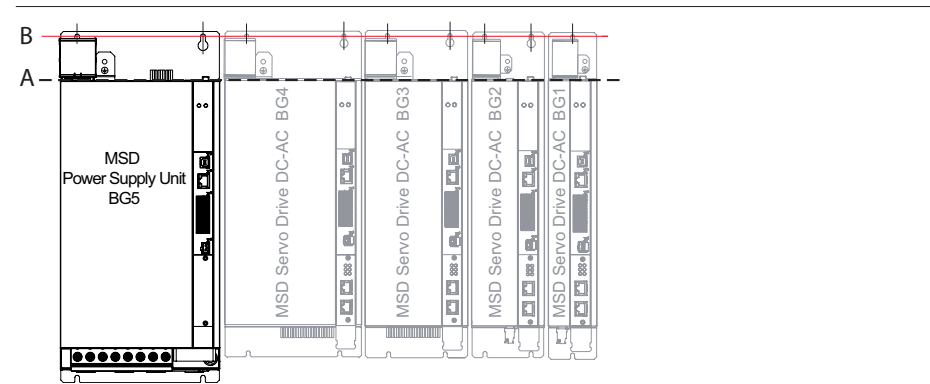
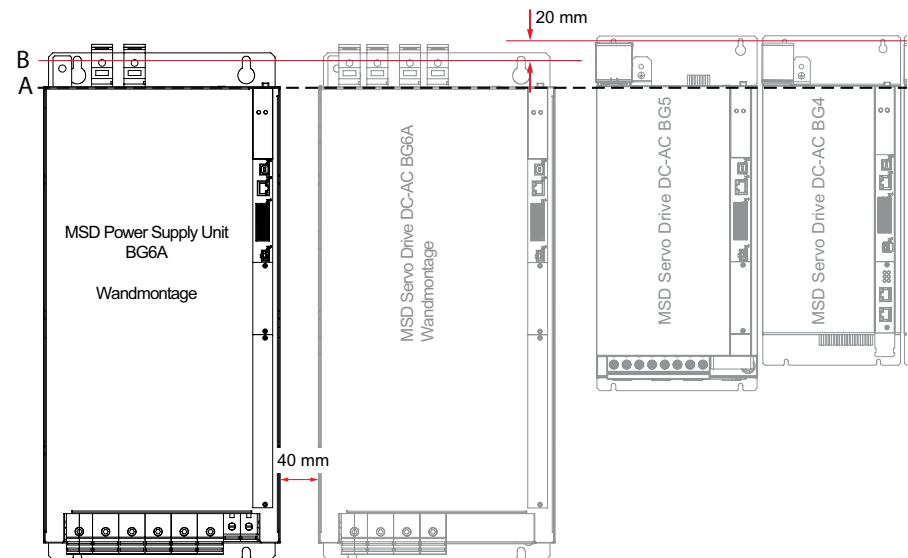

Bild 3.8 Ausrichtung DC-AC Servoregler an Versorgungseinheit BG5 (Beispiel)
Bild 3.9 Ausrichtung DC-AC Servoregler an Versorgungseinheit BG6A (Beispiel)
Eine Ausnahme bilden Geräte der Baugröße BG6A in der Gehäusevariante Luftkühlung. Der Montageabstand zwischen zwei BG6A Geräten beträgt 40 mm (siehe Bild 3.9).
1.	Ordnen Sie die Geräte von der Versorgungseinheit ausgehend rechts oder/und links nach Leistung sortiert in absteigender Reihenfolge an, um thermische Beeinflussung zu minimieren. - Richten Sie alle DC-AC Servoregler und die Versorgungseinheit BG5 auf einer Linie entlang der Geräteoberkante (siehe Linie A in Bild 3.8) aus, um die DC-Link Verbindungen durchführen zu können. - Richten Sie alle DC-AC Servoregler und die Versorgungseinheit BG6A auf einer Linie entlang der Geräte-Oberkante aus (siehe Linie A in Bild 3.9). Das ist notwendig, um die DC-Link Verbindungen durchführen zu können. Versetzen Sie die Montagebohrungen des DC-AC Servoreglers BG6A und der Versorgungseinheit BG6A um ca. 20 mm nach unten (siehe rote Linie B in Bild 3.9).